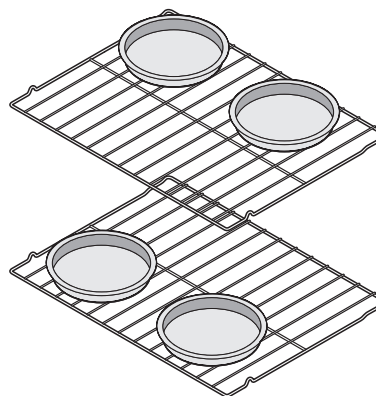

Figure 15: Positions de rack et placement de panoramique
- Lorsque vous faites cuire des gâteaux à l'aide de deux grilles, placez les ustensiles de cuisson aux positions 3 et 5 et placez les ustensiles de cuisson comme indiqué sur la Figure 15.